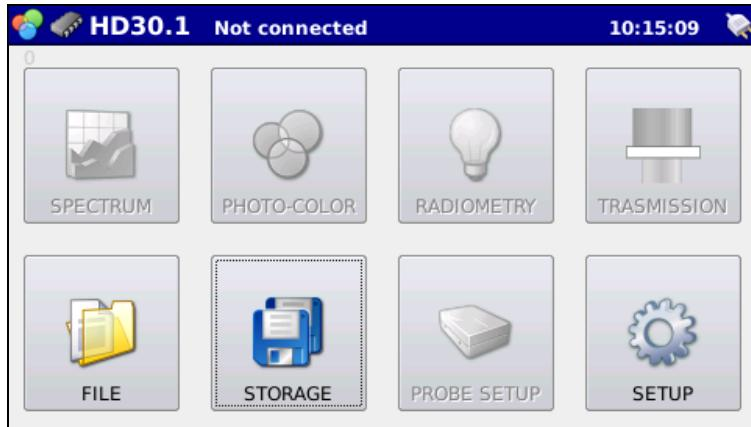

Figura 4.1: I tasti **STORAGE** e **FILE** permettono il controllo e la gestione delle misure.
Attraverso i tasti  e  nella schermata principale (figura 4.1) si gestiscono/visualizzano le misure acquisite.
4.4 Premendo il tasto  si torna alla schermata iniziale (Figura 4.1).
4.5 Per visualizzare le misure memorizzate premere il tasto  della schermata iniziale (figura 4.1). Premuto il tasto, si ha accesso al pannello di figura 4.11.